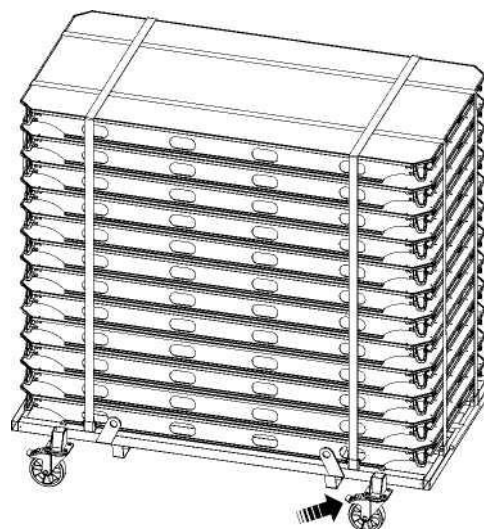

Fig. A1.06
2. Quando chegar ao local desejado, accionar os travões e pôr a alavanca (4.5) na posição inicial. (Fig. A1.06)